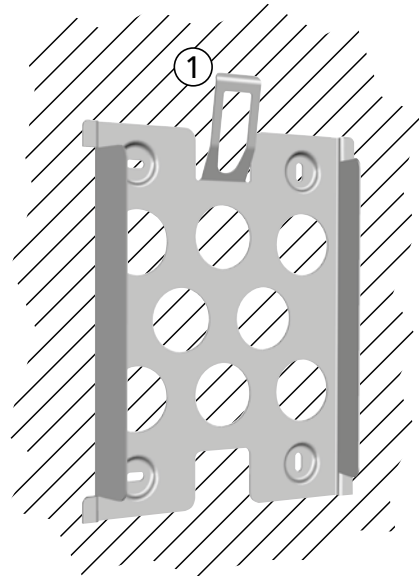

Abbildung 37
- Die Montageplatte muss eben an der Montagefläche anliegen, die seitlichen Blechstreifen müssen nach vorne weisen (Abbildung 37).
- Montageplatte vertikal montieren mit Sicherungsblech ① oben (Abbildung 37).